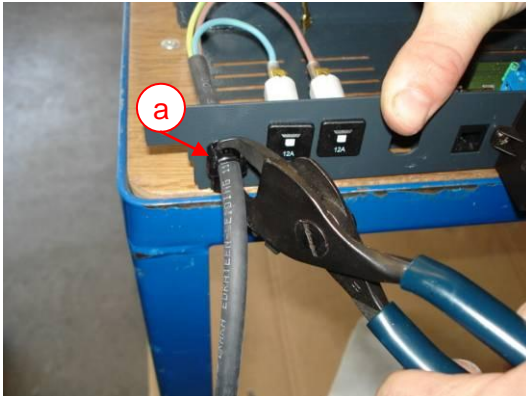

Abb. 35 – Zugentlastung Netzkabel
- Zugentlastung des Netzkabels (Abb. 35 a) ausbauen